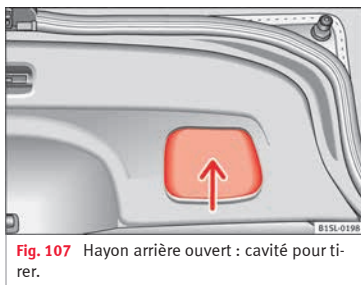

Fig. 107 Hayon arrière ouvert : cavité pour tirer.
- Saisissez la cavité du revêtement intérieur du hayon arrière » fig. 107 (flèche).